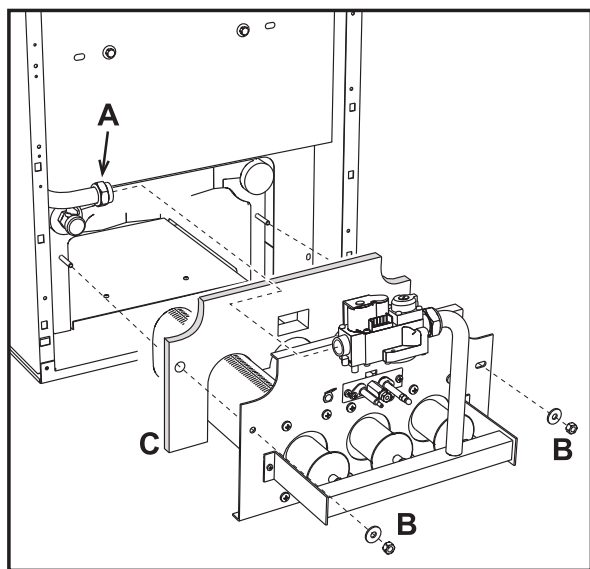

Рис. 21. Демонтаж горелки
- Открутите две гайки «В», которыми крепится дверь камеры (рис. 21);